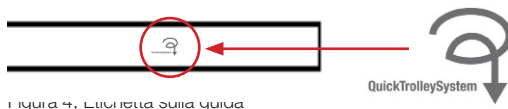

Figura 4, Etichetta sulla guida
- Collegare la pulsantiera in dotazione alla stazione di ricarica e il relativo cavo al sollevatore, Figura 4. Verificare il funzionamento del caricabatterie.
- VI. Applicare l'etichetta fornita alla guida per indicare all'utente la posizione in cui potrà essere montato e smontato il sollevatore, Figura 4.
- 5) Collegare il cavo rosso alla guida per il caricabatterie sul lato destro, cioè il lato positivo del lamierino del caricabatterie, e il cavo nero sul lato sinistro (negativo) come in Figura 4.
- 4) Disporre i contatti del caricabatterie come in Figura 4. **NOTA!** Inserire il contatto (A) per il caricabatterie per 50 mm circa solamente se viene utilizzato un bullone di finecorsa. In caso di finecorsa regolabile, il contatto deve essere inserito per 90 mm circa.